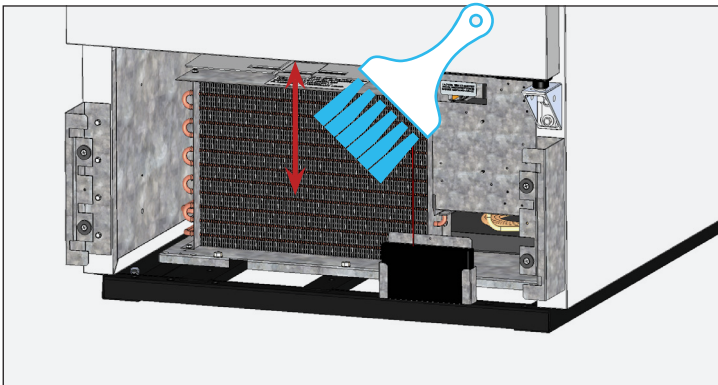

Fig. 5. Nunca pase el cepillo en perpendicular por las aletas del serpentín.
3. Con un cepillo de cerdas duras, limpie con cuidado la suciedad acumulada en las aletas del serpentín del condensador delantero. Véase la fig. 5.